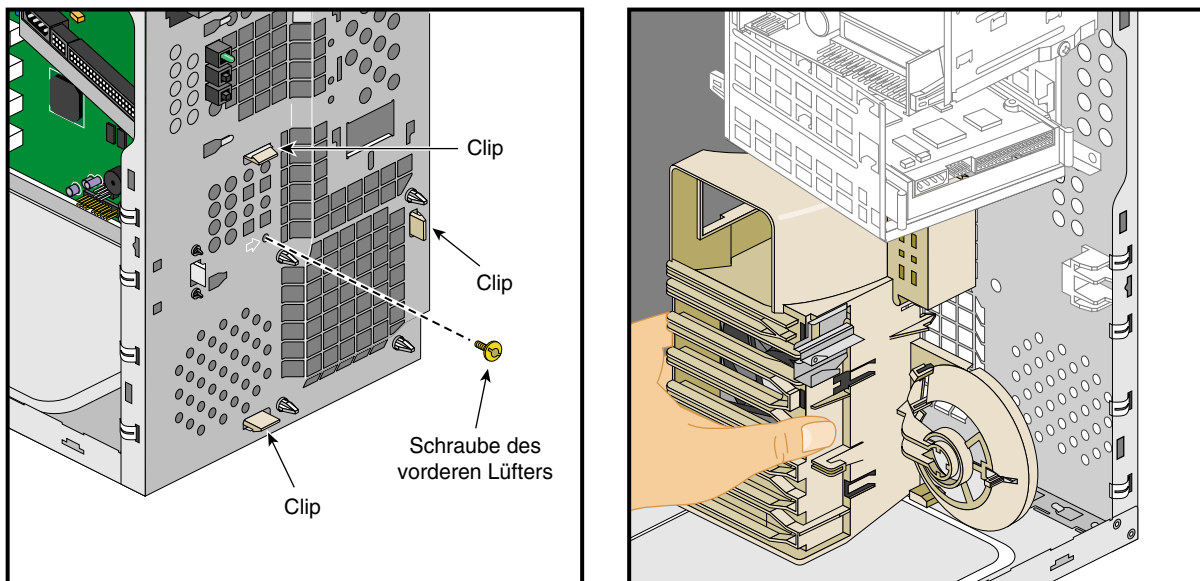

Abbildung 2-14 Lösen der Schraube und der Löseclips des vorderen Lüfters
3. Lösen Sie die Schraube des vorderen Lüfters von der Frontabdeckung. Abbildung 2-14 zeigt die Lage der Schraube.
4. Lösen Sie die drei Löseclips (siehe Abbildung 2-14), indem Sie nacheinander auf die Clips drücken. Halten Sie den Kunststoffrahmen des Lüfters dabei im Gehäuse fest.